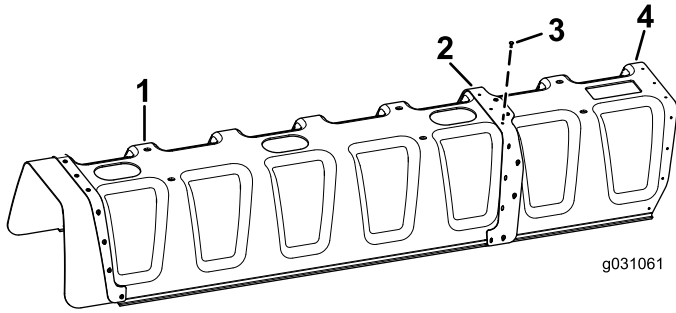

Figura 6
2. Instale 11 rebites cegos (3/16" x 1/2") e anilhas (3/16") na placa de reforço, instalando a cobertura de 11 bicos na cobertura de 12 bicos (Figura 6).